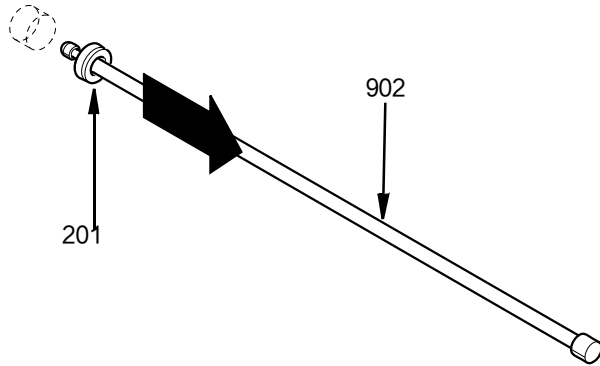

FIG. 34
要拆除杆密封件，请将密封件安装杆 (902) 的尖端穿过杆密封件 (201) 的中心。将工具的凹口钩在密封件的相反面上，然后将密封件从密封隔圈 (203 和 204) 或气缸外壳 (509) 缩回。参见FIG. 34。